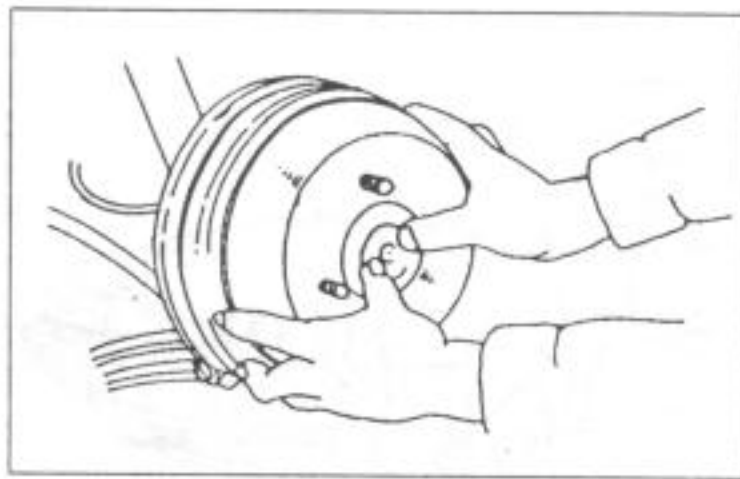

Рис.199.
- Барабан или диск тормоза со ступицей снять с ведущего вала, как показано на рис.199. Если барабан тормоза должен сидеть очень жестко, можно увеличить расстояние между барабаном и фрикционными накладками тормоза, как это описано в главе "Тормоза".